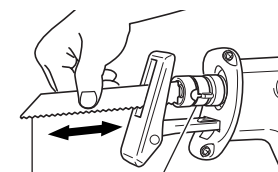

Fig. 7
- (5) Con la mano, tire de la hoja de sierra hacia atrás dos o tres veces y verifique que la hoja esté firmemente instalada. Si al tirar de la hoja ésta produce un chasquido y el manguito del sujetador se mueve ligeramente, significa que se encuentra correctamente instalada. (Fig. 7)